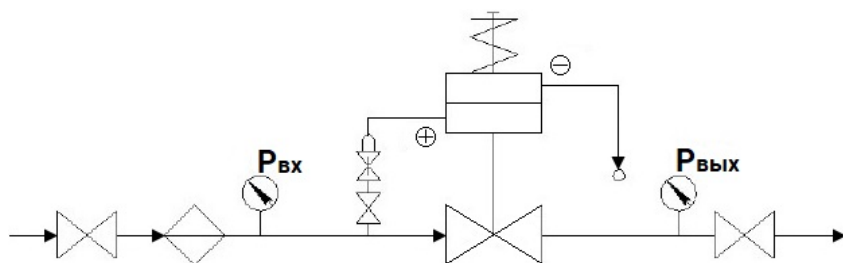

Рисунок 6 – Схема подключения РД
5.13.1. Установить штуцер из комплекта РД на трубопровод согласно схеме подключения регулятора (см. рисунок 6) в месте, удобном для подсоединения импульсной линии. Штуцер вкручивается в запорный кран (внутренняя резьба G1/2) на отводе трубопровода.